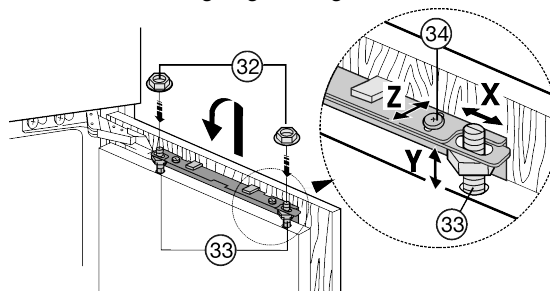

Fig. 25
- ▶ Møbeldøren hænges på justeringsboltene Fig. 25 (33) og kontramøtrikkerne Fig. 25 (32) skrues løst på justeringsboltene.
- ▶ Ret møbeldøren ud i højden Y og med hensyn til hældning mod siden: Justeringsbolten Fig. 25 (33) indstilles med en skruetrækker.
- ▶ Spænd kontramøtrikkerne Fig. 25 (32).